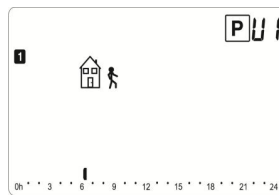

Fig. 23
- 7) druk op (OK) voor bevestiging en ga verder met de volgende stap; automatisch verschijnt het symbool "ik ga naar buiten"  op het display, zoals in Fig.23;